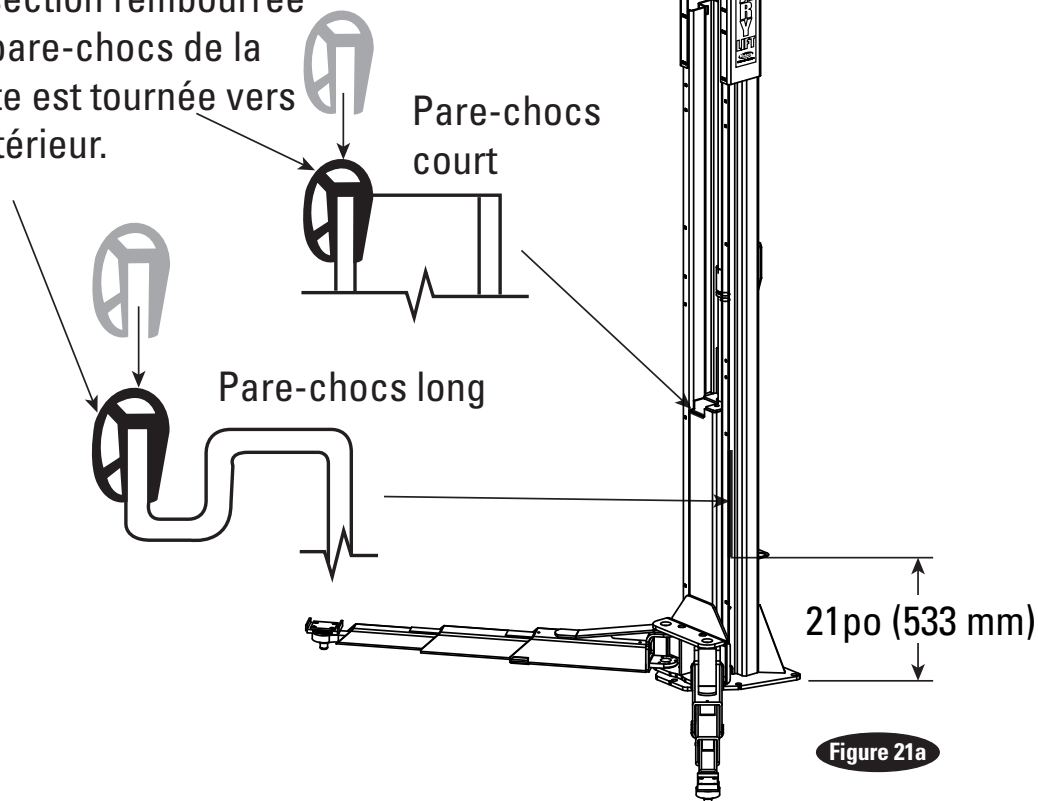

Figure 21a
- 1) Appliquez le long pare-chocs sur le bord de la colonne, Figure 21a.
- 2) Appliquez le pare-chocs court sur le bord supérieur du tube du pont, Figure 21a.